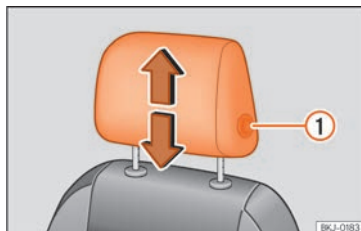
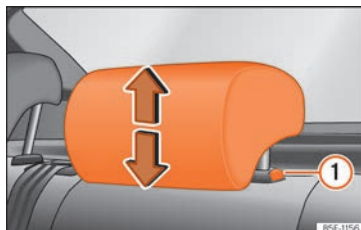

Fig. 120 Asiento delantero: regulación del apoyacabezas.
Fig. 121 Apoyacabezas trasero: regulación del apoyacabezas.
debe presionar el botón »» fig. 120 ①; en el caso de los traseros solo necesita presionar la tecla »» fig. 121 ① para bajarlos »» Δ en Introducción al tema de la pág. 134.
- Presione el botón lateral »» fig. 120 ① y extraiga el apoyacabezas.